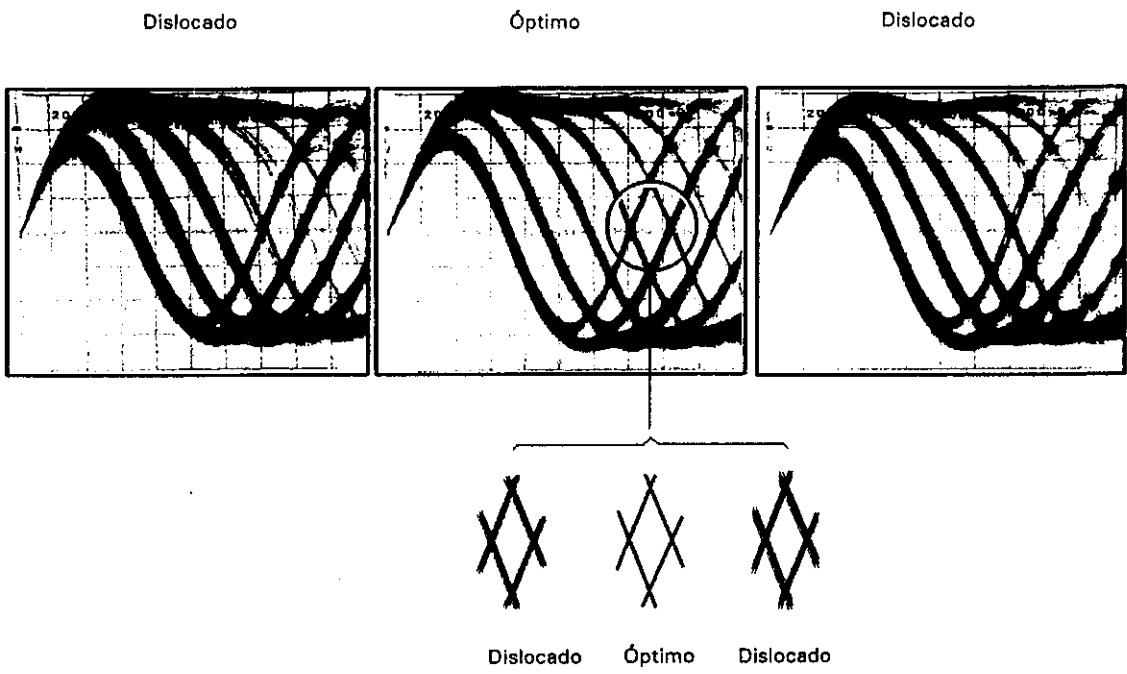

Fig. 5
3. Emplee la llave hexagonal para ajustar el tornillo de ajuste de inclinación tangencial de modo que el patrón de ojo se muestre con la mayor claridad (vea la Fig. 5).